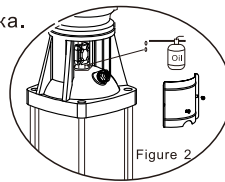

Figure 2
10.1 Pump such as longtime need not work, should remove the coupling cover, pour oil on the pump shaft to prevent mechanical sealing surface sticky, then heavy coupling cover. (Figure 2)
10.1 После продолжительного применения насос требует технического обслуживания. Для этого снимите крышку муфты, налейте масло на вал насоса во избежание прилипания поверхности механического уплотнения, затем установите крышку муфты (рисунок 2).